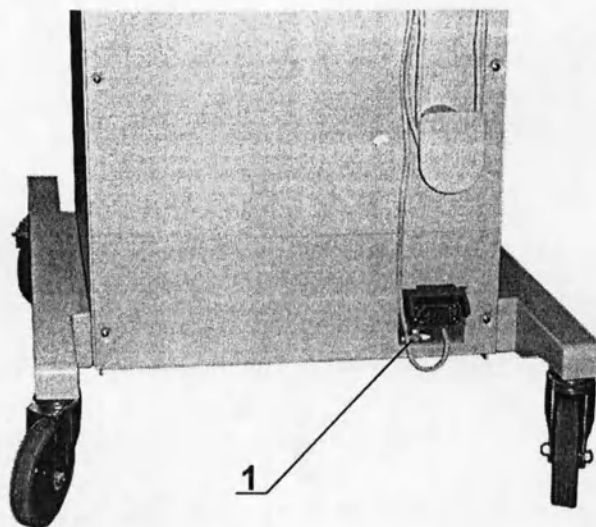

Рис.4.5. Местоположение болта защитного заземления на стойке мониторов
- Подключите провод заземления к болту, расположенному на стойке мониторов (рис.4.5, поз.1). Для подключения провода заземления, вывинтите гайку-«барашек» болта заземления, насадите контактный лепесток провода заземления на болт и, навинтив гайку-«барашек» на болт заземления, надежно закрепите контактный лепесток. Другой конец провода заземления надежно закрепите на шине защитного заземления (которая должна быть обеспечена в помещении).